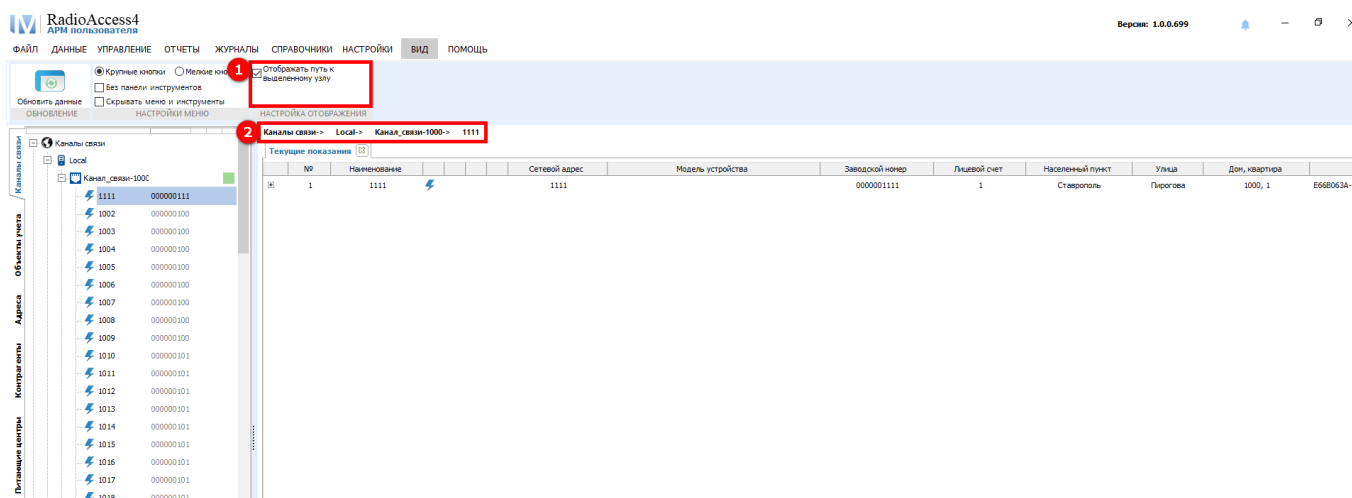

Рисунок 269 – Отображение полного пути к выделенному узлу
Отметка в поле **Отображать путь к выделенному узлу** (1) (см. рисунок 269) означает, что в основном окне ПО **RadioAccess 4 (РадиоАксесс 4)** будет отражаться полный путь к выбранному устройству или выбранной группе (2).